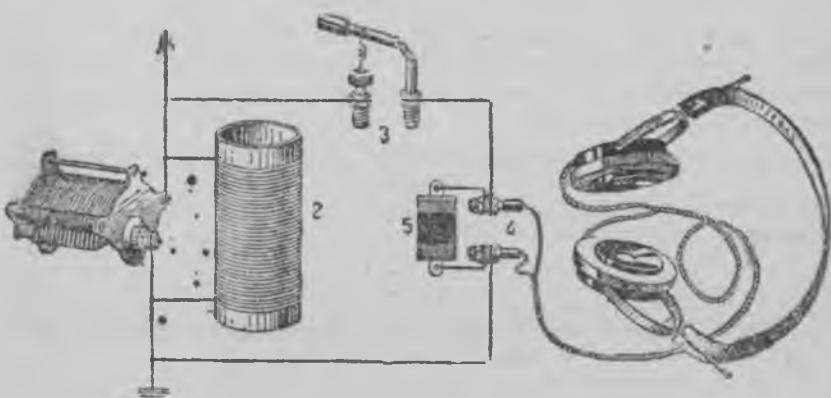

Рис. 146. Детекторной приемника.
3) Коргиэн частотан токойл телефонан обмотка представляйчкоу суурен сопротивлениян. Нäмиэн токойн пийстамизех näхте слуужиу конденсатора C (рис. 146).
Детектора состоуи свинча блес-кан или пиритан, или карборунтан кристаллас, кудамах личчуахес про-волосан терәвә пай (рис. 146). Де-текторал он свойства пиастри ток-ка вай ўхтес направленияс эй-го пиастри тойзех направлениях.